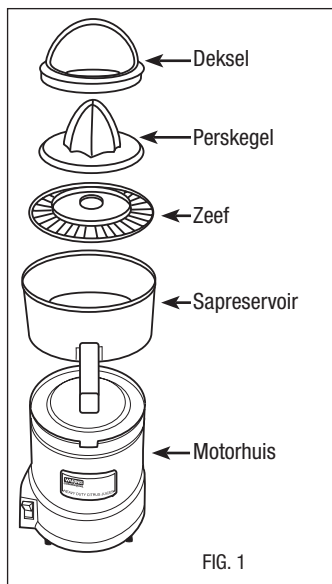

FIG. 1
DEMONTAGE: (ZIE FIG. 1)
MONTAGE: (ZIE FIG. 1)
SMONTAGGIO: (VEDI FIG.1)
1. Dopo avere tolto l'estrattore di succhi dall'imballaggio, l'utente potrà familiarizzarsi con le sue parti smontando l'unità e facendo riferimento alla FIG. 1.
MONTAGGIO: (VEDI FIG.1)